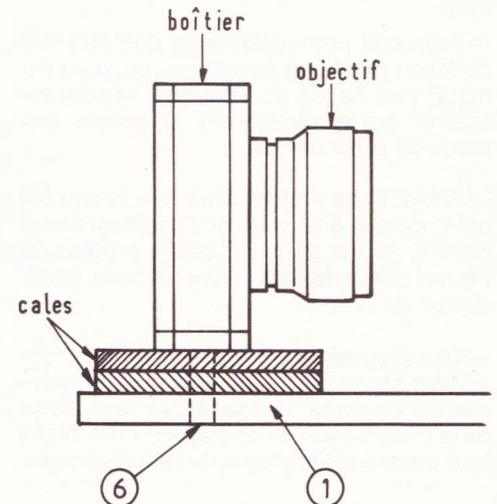

Figure 5
En même temps, il conviendra de centrer l'axe de l'objectif avec celui du tube cathodique, ce qui peut nécessiter un réglage en hauteur. Des cales collées sur la planchette (1) de la figure 1 permettront d'y parvenir (figure 5).